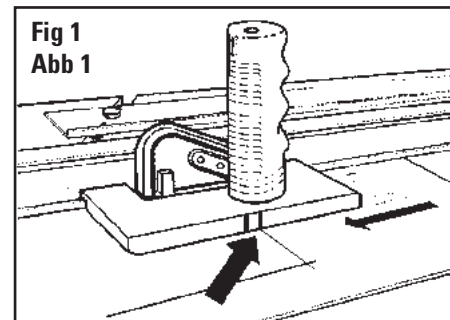

Fig 1
3. En utilisant un crayon, tracer une ligne le long de toute la longueur du passe-partout en utilisant la barre de guidage comme guide (Fig 1). Répéter cette opération pour les trois côtés restants.
3. Zeichnen Sie mittels Bleistift eine Hilfslinie entlang der Führungsschiene über die gesamte Breite des Passepartoutkartons Abb. 1 Wiederholen Sie dies für die anderen drei Seiten.
3. Utilizando un lápiz, marque una línea a lo largo de la longitud completa de la lámina perimétrica utilizando el Carril Guía como guía. (Fig.1). Repita esto para los tres lados restantes.
3. Con una matita, tracciare una linea lungo l'intera lunghezza del cartoncino utilizzando la rotaia di guida come guida. (Fig. 1). Ripetere la procedura per i tre lati rimanenti.